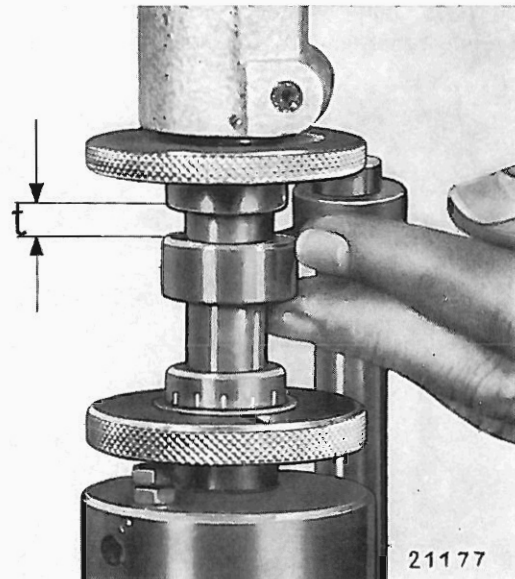

Bild 01-4/7
22. Kupplungsmutter (12, siehe Bild 01-4/3) lösen, Mikrometer auf Maß „b“ (siehe Pos. 21) einstellen, Drehwerkzeug leicht anheben, Mikrometer an Pilot ansetzen (siehe Bild 01-4/9) mit Schnell-